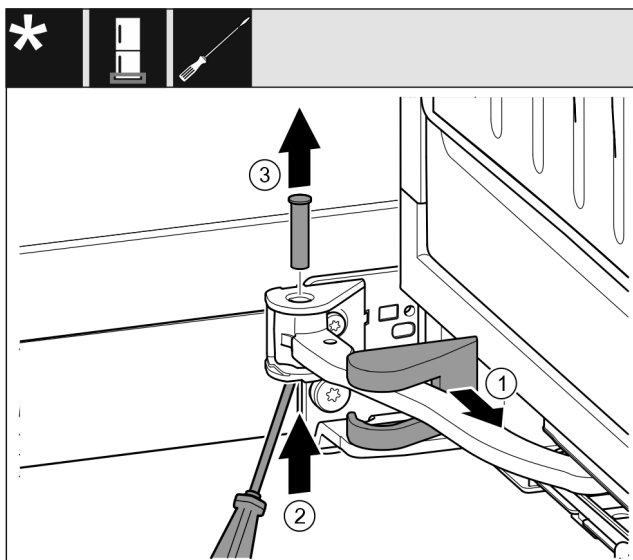

Fig. 15
- Rimuovere la copertura del blocco di supporto e spingerla lungo il giunto articolato. Fig. 15 (1)
- Sollevare dal basso il perno con un dito o un cacciavite. Fig. 15 (2)
- Spingere con un cacciavite sotto la testa del perno ed estrarre. Fig. 15 (3)